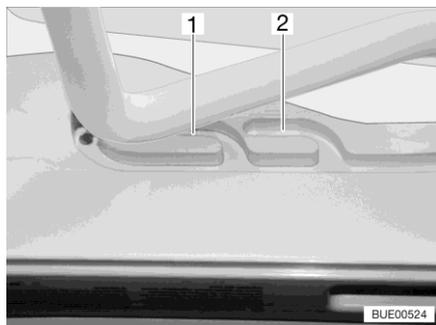
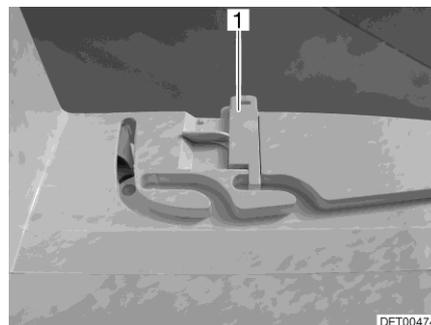

Fig. 116 Guida (posizione di ricircolo d'aria)
Fig. 117 Bloccaggio (posizione di ricircolo d'aria)
È possibile portare l'oblò Heki in due posizioni di ricircolo d'aria: Posizione brutto tempo (Fig. 116,1) e posizione centrale (Fig. 116,2). A seconda del modello, l'oblò può essere bloccato sulla posizione centrale del suo telaio con i due chiavistelli (Fig. 117,1) di sinistra e destra.
- Premere la staffa leggermente verso l'alto, spingerla nella guida selezionata (Fig. 116,1 o 2) ed eventualmente bloccarla.